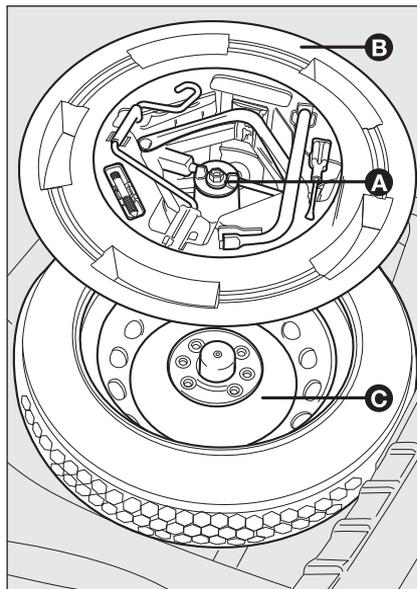

fig. 10
- dévisser le dispositif de blocage A-fig. 10;
- prendre la boîte à outils B-fig. 10 et la porter près de la roue à remplacer;
- prélever la roue de secours C-fig. 10;